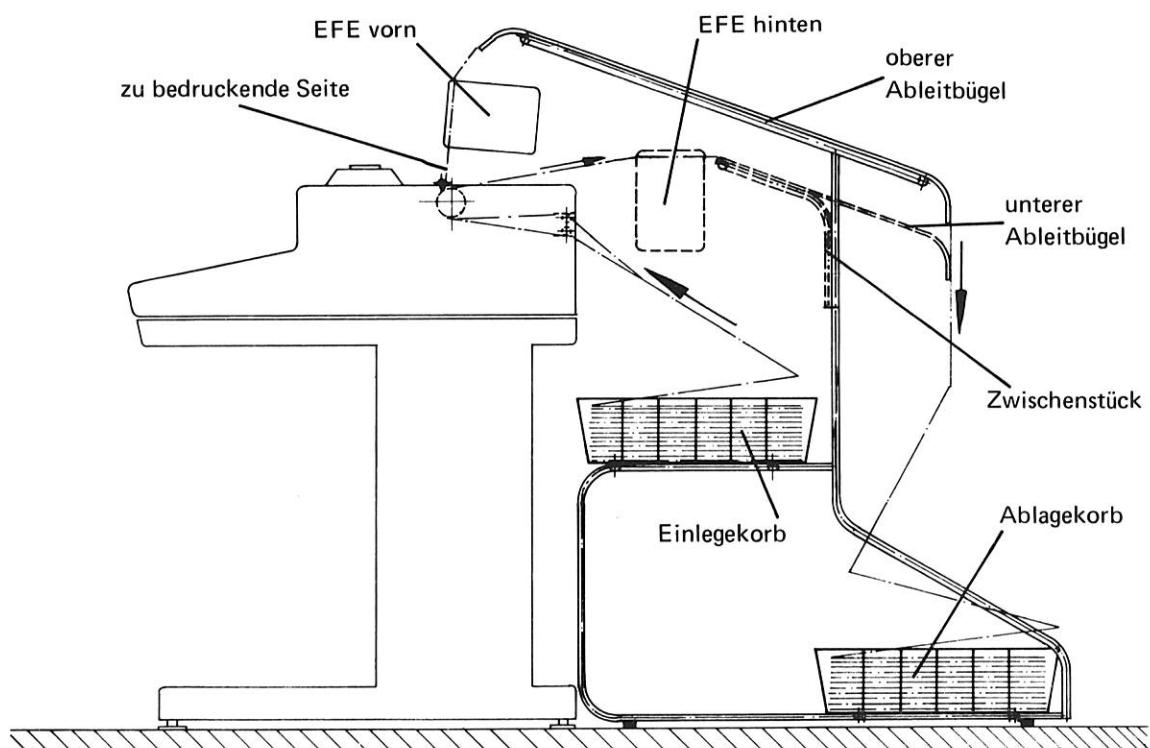

Abb. 15 Endlosformular-Ständer
- Formularstapel in den oberen Einlegekorb des Formularständers (Abb. 15) einlegen und zwar so, daß die zu bedruckende Papierseite an der Schreibwalze nach oben zu liegen kommt,
Eine einwandfreie und sichere Führung des Papiers bei der Verarbeitung von Endlosformularen ist nur bei Verwendung eines Endlosformular-Ständers möglich. (Siehe Abb. 15)
- und Formular mittels Drehknopf über den Ableitbügel des Endlosformular-Ständers (Abb. 15) transportieren.
Zu Abb. 15